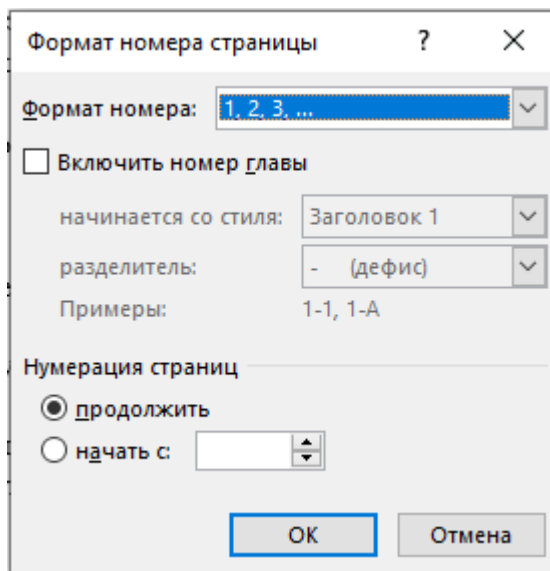

Рис. 2.4. Диалоговое окно "Формат номера страниц"
- «Формат номера» вызывает диалоговое окно (рис. 2.4), позволяющее определить формат номера и начальное значение;